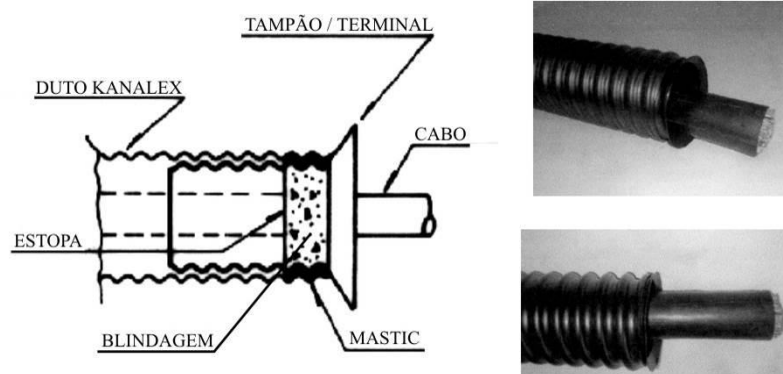

Figura 48
- c) Preencher o espaço compreendido entre o cabo e o terminal com uma camada de estopa formando um anteparo e impedindo desta forma, que o material aplicado posteriormente, penetre para o interior do duto conforme Figura 48.